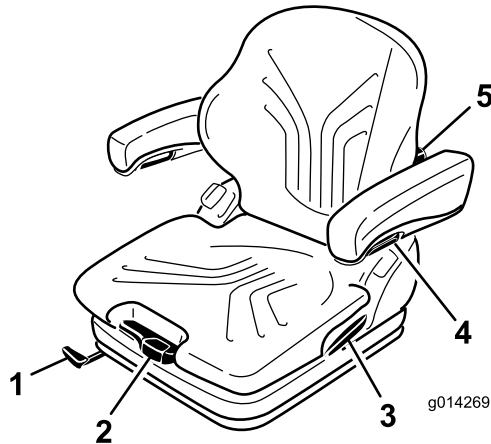

Figura 11
El asiento se ajusta para el peso del conductor tirando o presionando la palanca de ajuste de peso (Figura 11).
1. Para ajustar, levante la palanca para desbloquear el asiento (Figura 11).
Gire el pomo de ajuste hasta arriba para ajustar la curvatura de la parte superior del cojín del respaldo. Gire el pomo hasta abajo para ajustar la curvatura de la parte inferior del cojín del respaldo (Figura 11).
Para ajustar la altura de los reposabrazos, separe el tapón redondo (Figura 11) de la tapa, afloje la tuerca hexagonal (13 mm) situada detrás de la misma; ajuste los reposabrazos a la posición deseada y apriete la tuerca. Vuelva a colocar el tapón en la tuerca.
Para ajustar el ángulo del reposabrazos, gire el pomo de ajuste (Figura 11).
Tire hacia arriba de la palanca de bloqueo para liberar el cierre del respaldo (Figura 11). Mientras suelta el cierre del respaldo, no aplique carga al respaldo haciendo presión sobre el mismo.